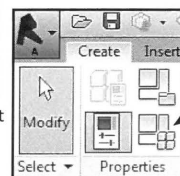

Fig. 08.22. Family Types.
- Klik nu på *Family Types* (Fig. 08.22).